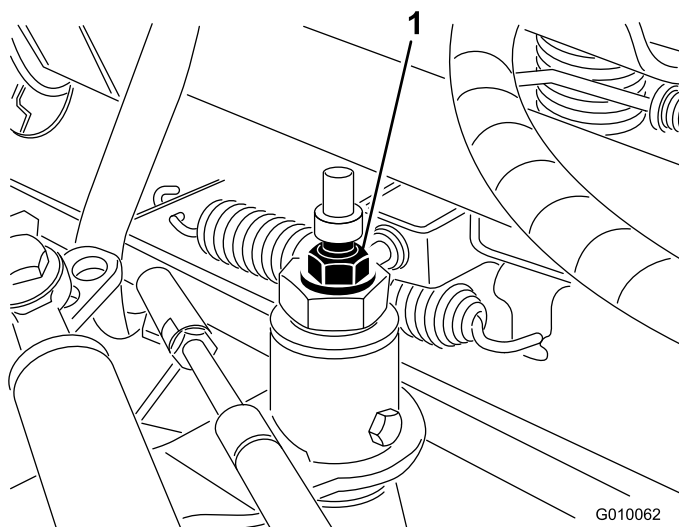

図 54
3. トラクション調整カムのロックナットをゆるめる (図 54)。